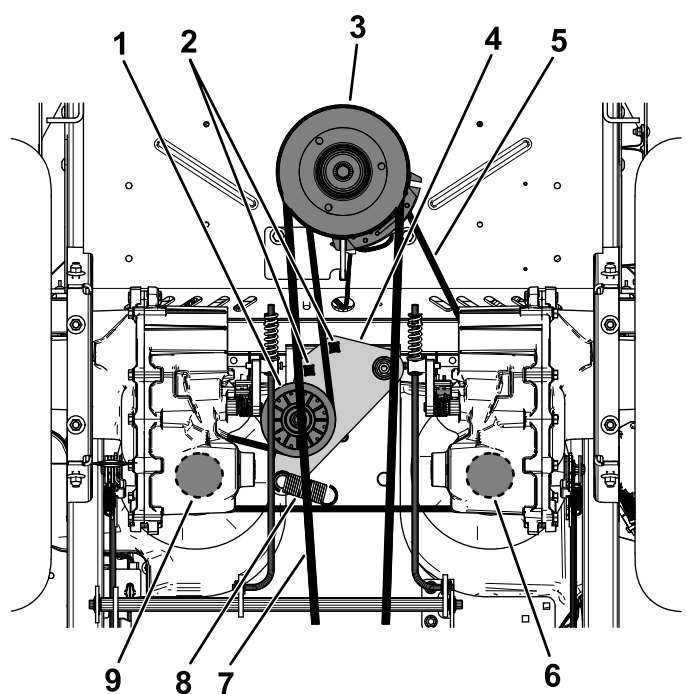

Рисунок 60
5. Вставьте ключ с храповым механизмом на ½ дюйма или монтировку в одно из квадратных отверстий рычага натяжного ролика, чтобы снять натяжение с пружины натяжного ролика (Рисунок 60).
6. Снимите имеющийся ремень с натяжного ролика, 2 шкивов привода гидравлических насосов и шкива двигателя (Рисунок 60).
7. Проложите новый ремень вокруг натяжного ролика, шкива двигателя и 2 шкивов гидравлических насосов (Рисунок 60).